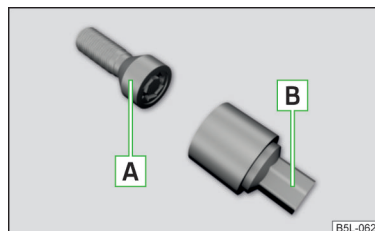

Fig. 169
- Introduzca el adaptador [B] » fig. 169 con su lado dentado hasta el tope en el dentado interior del tornillo de rueda antirrobo [A] de tal modo que ya sólo sobresalga el hexágono exterior.